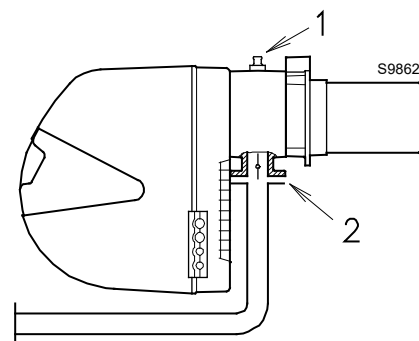

Fig. 39
Pressão do gás no conector fêmea 1)(Fig. 39), com:
Perda de carga registo borboleta gás 2)(Fig. 39) com abertura máxima: 90°.
- subtrair à pressão do gás no conector fêmea 1)(Fig. 39) a pressão na câmara de combustão.
Pressão do gás no conector fêmea 1)(Fig. 39) = 6,4 mbar
Pelo contrário, para conhecer a pressão do gás necessária ao conector fêmea 1)(Fig. 39), fixada a potência MÁX à qual se deseja que o queimador funcione:
- Ler à la tabela, a pressão no conector fêmea 1)(Fig. 39).
pressão necessária no conector fêmea 1)(Fig. 39).